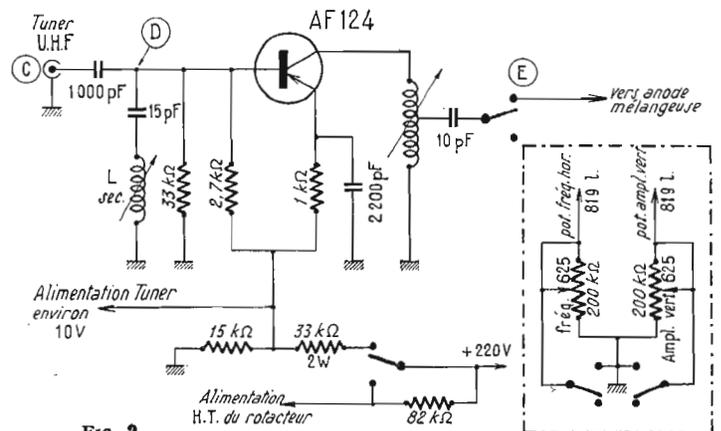
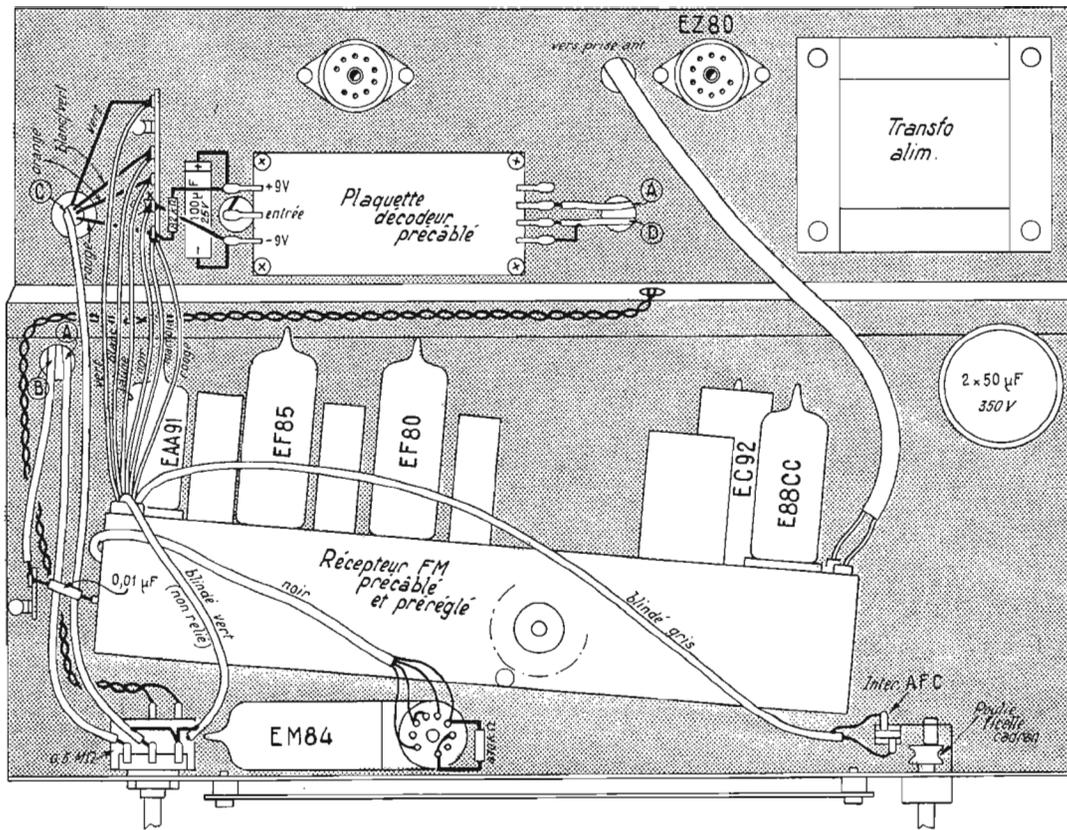

FIG. 2
FIG. 4. — Câblage de la partie supérieure du châssis
Cet étage est représenté à la figure 2. On utilise ici un transistor AF 124 dont la polarisation de base est assurée par un pont de résistances $33\text{ k}\Omega - 2,7\text{ k}\Omega$. Le signal est transmis sur la base à la sortie du secondaire du filtre de bande, composé d'un condensateur série de 1000 pF , et d'une cellule LC à la masse avec 15 pF et bobine réglable à noyau de ferrite. La charge d'émetteur est une résistance de $1\text{ k}\Omega$, que découple un condensateur de $2,2\text{ nF}$. Sur une prise de l'autotransformateur inséré dans le circuit collecteur, le signal amplifié est prélevé et transmis par un condensateur de 10 pF sur l'anode de la mélangeuse, en position 625 lignes. Cette position 625 est établie par un commutateur à galette à 4 circuits 2 positions. Ce commutateur permet également l'alimentation de
1. Le problème consiste en injectant sur le point de mesure A du tuner U.H.F., une tension F.I. wobulée, à travers un condensateur de faible valeur (environ 0,5 pF), à observer la courbe sur le point E de la figure 2 et ce après détection (fig. 4).